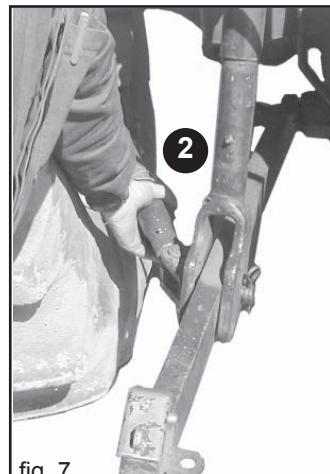

fig. 7
- 2) Bloccare il movimento sul piano orizzontale delle parallele della trattice mediante gli appositi stabilizzatori (2, Fig. 7). Quest'ultimo accorgimento deve essere messo in atto per evitare qualsiasi spostamento in senso orizzontale, della seminatrice.